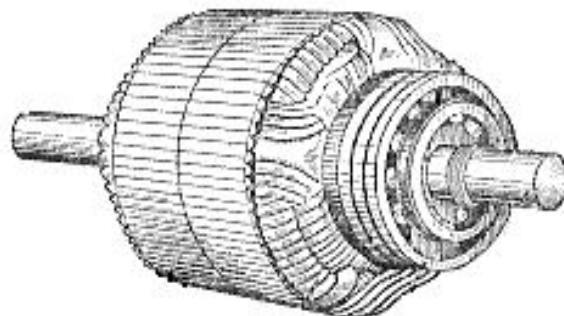

рис.3
- У 3-х фазного имеются три обмотки, соединенные в звезду. Выводы обмоток присоединены к кольцам, закрепленным на валу (рис.3). К кольцам при пуске прижимаются неподвижные щетки, к которым подключаются сопротивления. В начальный момент пуска ротор находится в заторможенном состоянии, затем сопротивление уменьшают и двигатель плавно запускается, что позволяет снизить пусковой ток.